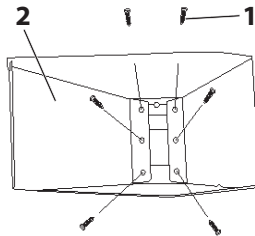

Рис. 9
- Зафиксируйте загрузочный бункер (2) шестью винтами (1) (Рис. 9).